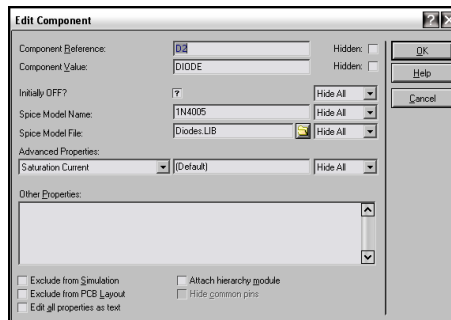

Рис.95
- Для диодов (которые автоматически станут **D2** и **D3**) зайти в свойства (**Properties**) и назначить файл и модель. Для **D2** – так как на Рис. 95, а для **D3** аналогично, но в графе модель присвоить **KD209A**. Обратите внимание, что путь к файлу библиотеки практически не указан, т.е. он лежит в одной папке с проектом. Протеус не очень лояльно относится к длинным абсолютным путям, но стопроцентно работает следующим образом: проверяет папку с текущим проектом, затем проверяет стандартные пути в своем **System=>Set Paths**. Конкретно для моделей там указан (ну если уж совсем по умолчанию):